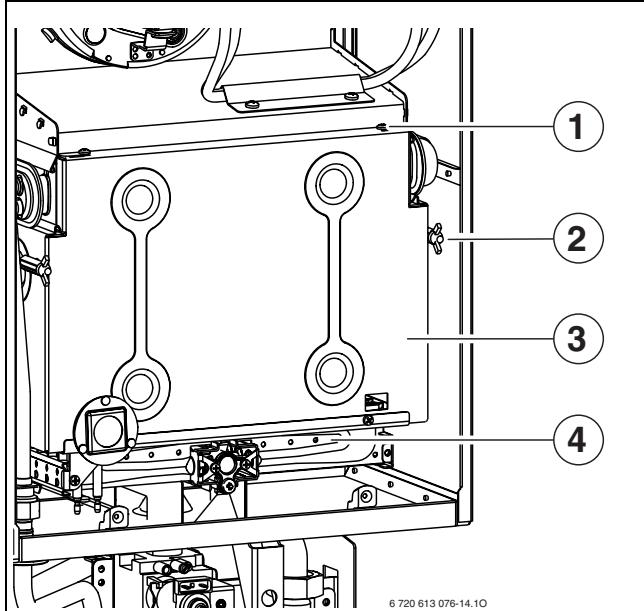

Рис. 49 Відкритий пальник
- ▶ Зняти передню стінку камери згоряння та пальник (\rightarrow рис. 49).